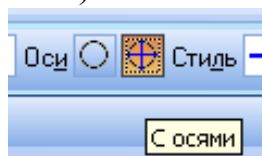

Рисунок 2.10 – Установка осевых линий
3. Активизируйте пиктограмму *С осями* для формирования осевых линий в центре окружности (рисунок 2.10).